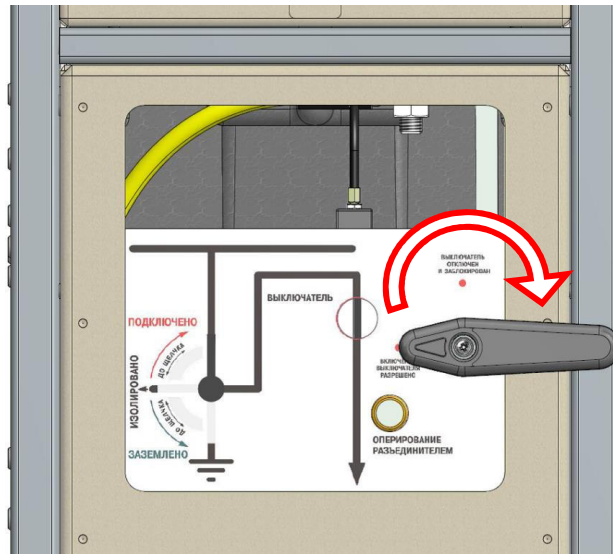

Рис.4.5. Аварийное отключение шкафа
Для ручного (аварийного) отключения шкафа повернуть блокировочную рукоятку на 90° по часовой стрелке, как показано на рис. 4.5.
- Перевести блокировочную рукоятку в положение «ВВ отключен и заблокирован», рис. 4.5.